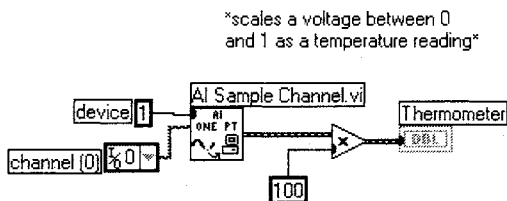

Рис. 4.34. Диаграмма А с использованием платы ввода/вывода
3. Постройте одну из изображенных на рис. 4.34 и 4.35 блок-диаграмм. Чтобы одновременно видеть лицевую панель и блок-диаграмму, выберите функцию **Разместить слева и справа** в меню **Окно**. Постройте блок-диаграмму А, если вы используете плату ввода/вывода (DAQ), или блок-диаграмму В, если вы вынуждены имитировать получение данных.